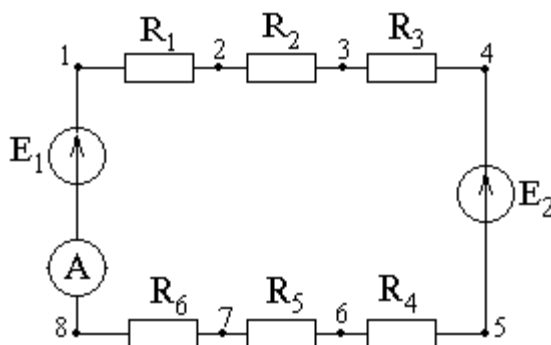

Рисунок 1.1
3) Как построить для схемы ( рисунок 1.1) потенциальную диаграмму?
1.2.1 Собрать цепь (рисунок 1.1), установить ЭДС  $E_1$ ,  $E_2$  согласно заданному варианту (таблица 1.1).
1.3.1 Для схемы (рисунок 1.1) по результатам экспериментов рассчитать величины сопротивлений и их проводимости, ток по закону Ома, потенциалы всех точек.
1.3.2 Для схемы (рисунок 1.1) построить потенциальную диаграмму по расчётным и экспериментальным данным и определить из нее ток в цепи.